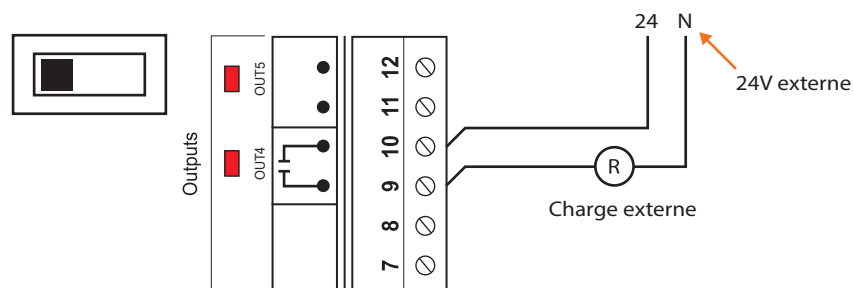

Figure 13 - Raccordement des sorties passives 3 et 4
2) Sortie passive (SINK). Le C1000 ouvre et ferme un contact pour permettre à une source de courant externe d'alimenter la charge (voir Figure 13).